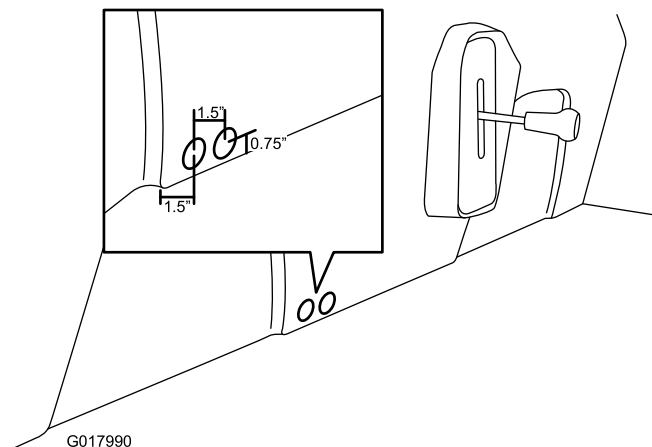

Figura 25
1. Marque e faça dois furos na base do banco utilizando uma broca (1 pol.) como se mostra na Figura 25.